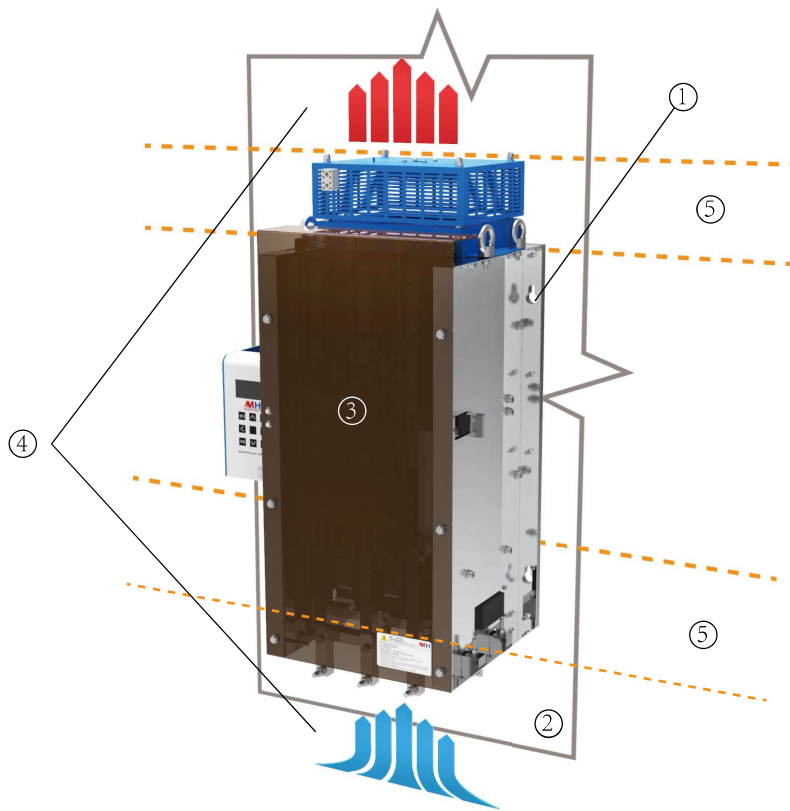

图4-1 安装示意图
安装前，请确认支撑体和安装面可以承受THYROMAT-10BCC装置的重量（参阅本手册表2-1）。下图4-1是安装要求细节。
1. THYROMAT-10BCC装置功率单元上预留的安装孔①将装置固定于支撑体上（控制屏或控制柜内）。请注意安装螺栓对装置而言也提供了额外的接地保护。所以在安装时应保持安装件和安装面的清洁。
2. 为减小其它元件或安装体动作时对THYROMAT-10BCC装置的机械振动冲击。建议将THYROMAT-10BCC装置安装在屏的边缘部位，见图4-1②。
3. THYROMAT-10BCC装置必须垂直安装，见图4-1③
4. THYROMAT-10BCC装置周围空间位置必须有利于热量的消散，见图4-1④。装置上下部分别预留150mm空间，见图4-1⑤。